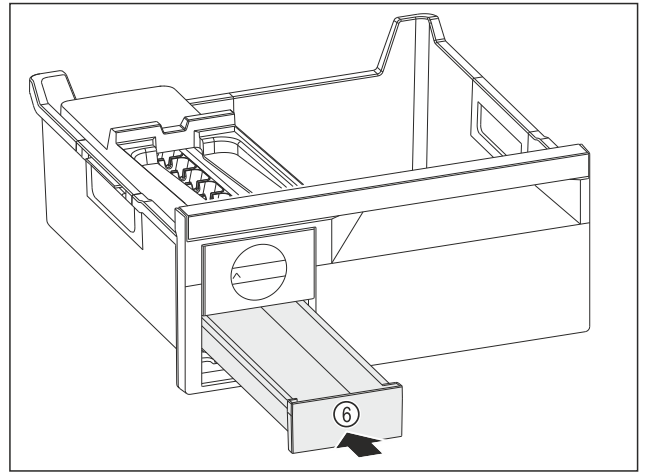

Fig. 176
- ▶ Eiswürfelschubfach Fig. 176 (6) einschieben.